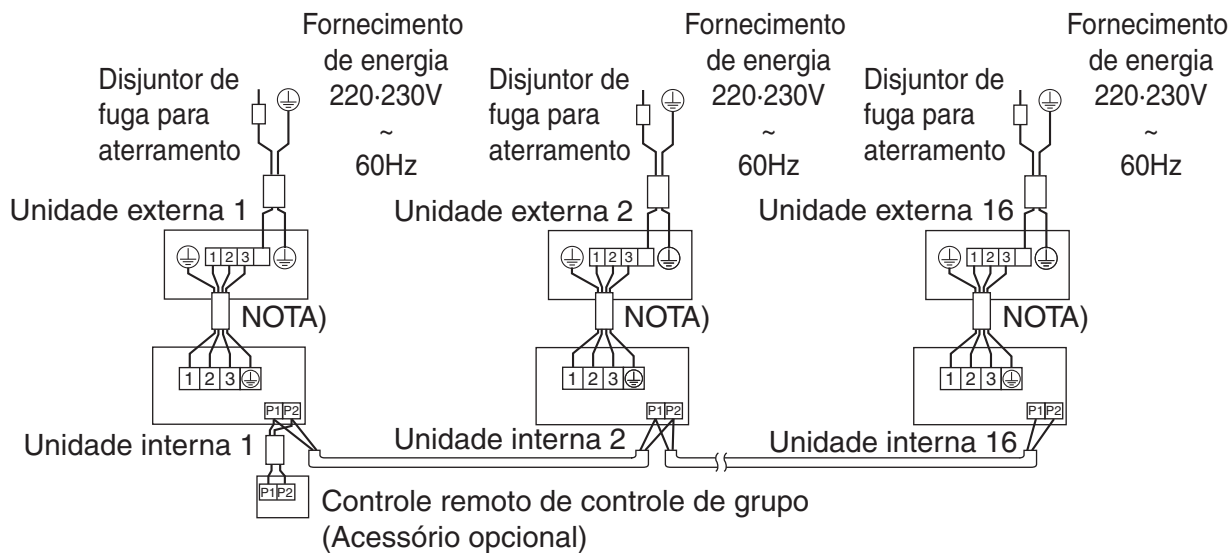

Fig. 28
- **Controle do grupo:** 1 controle remoto controla até 16 unidades internas. (Todas as unidades internas operam de acordo com o controlador remoto) **(Consulte a Fig. 28)**
(1) Remova a tampa da caixa de controle. (Ver “8. INSTALAÇÃO ELÉTRICA”.)
(2) Cruze o cabo do bloco de terminais do controle remoto (P1 P2) dentro da caixa de controle. (Não há polaridade). (Consulte a Fig. 28 e a Tabela 4)